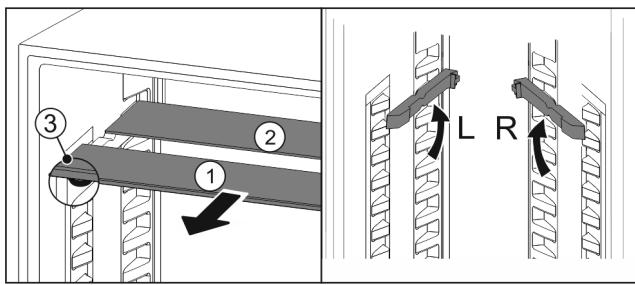

Fig. 85
- ▶ Издърпайте Fig. 85 (1) поотделно стъклените площи напред.
- ▷ Стъклена плоча Fig. 85 (1) с декоративната лайстна е отпред.
- ▷ Ограничителите Fig. 85 (3) сочат надолу.